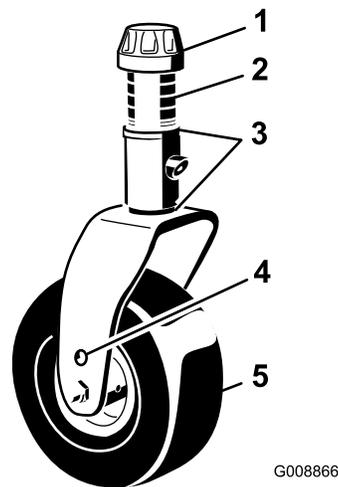

Figura 16
3. Togliete il cappuccio di tensione dall'asse del perno (Figura 16) ed estraete il perno dal braccio della ruota orientabile. Montate i due spessori (3 mm) sull'asse dei perni, come erano montati in origine. Questi spessori servono per ottenere un livellamento sull'intera larghezza degli apparati di taglio. Mettete il numero opportuno di distanziali da 13 mm (vedi seguente tabella) sull'asse del perno, fino ad ottenere l'altezza di taglio richiesta, quindi montate la rondella sul perno.